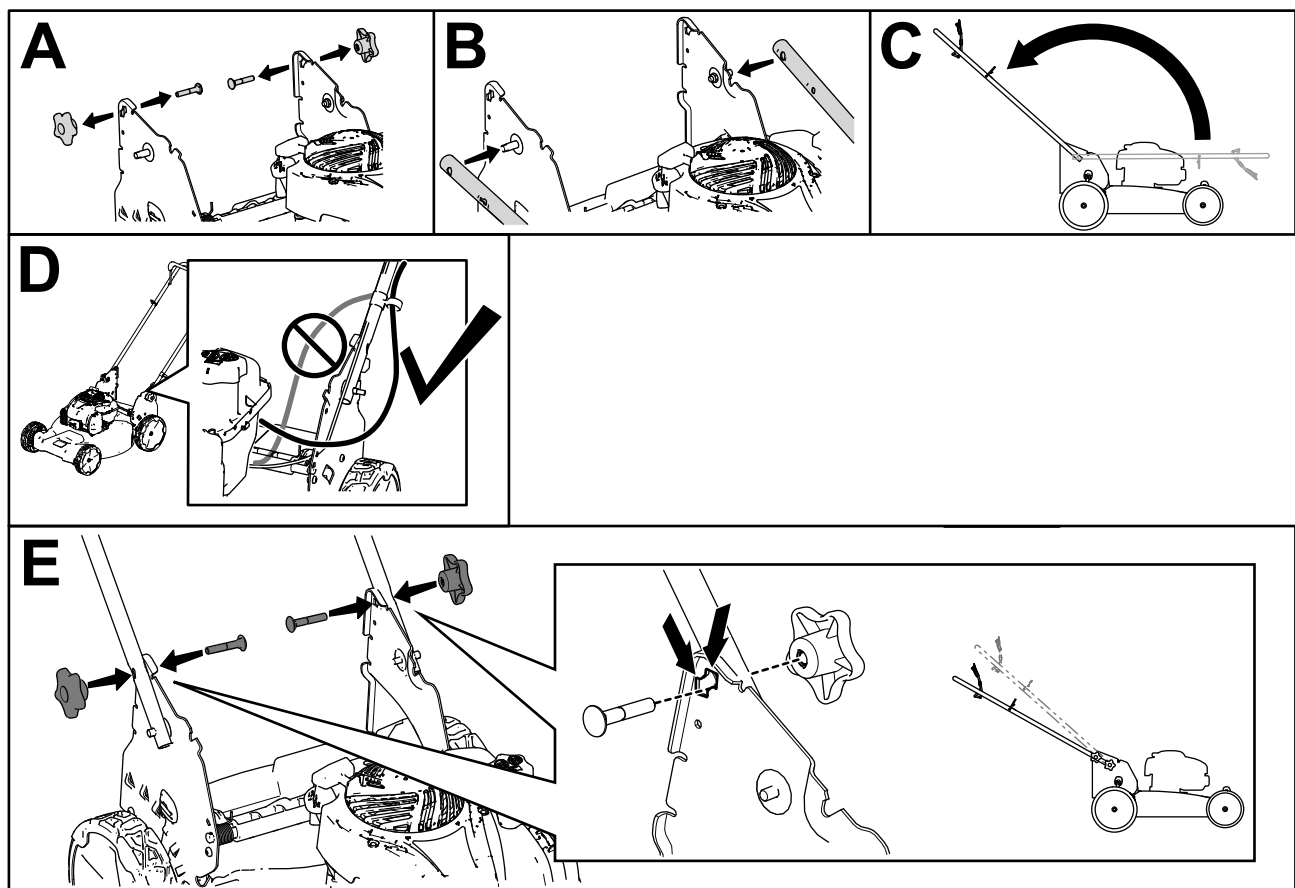

Figure 3
1. Retirez les boutons et les boulons de carrosserie des supports du guidon (A de Figure 3), et mettez-les de côté.
2. Fixez le guidon à la machine en utilisant les trous à l'extrémité du guidon (B de Figure 3).
3. Ramenez le guidon en arrière à la position d'utilisation (C de Figure 3).
4. Vérifiez que les câbles passent bien à l'extérieur du guidon (D de Figure 3).
5. Serrez les boutons et les boulons de carrosserie pour bloquer le guidon à la position d'utilisation haute ou basse (E de Figure 3).